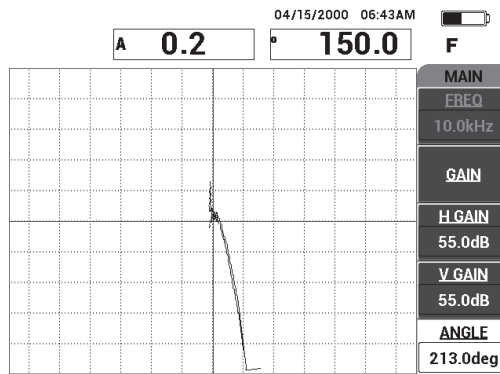

Figura 6-33 Ajustar o ângulo do sinal para cima
7. Pressione a tecla de menu MAIN () e, em seguida, pressione ANGLE [ÂNGULO] (tecla E) e ajuste o ângulo do sinal de modo que os pontos do sinal sejam superiores a 90° (veja Figura 6-33 na página 153).